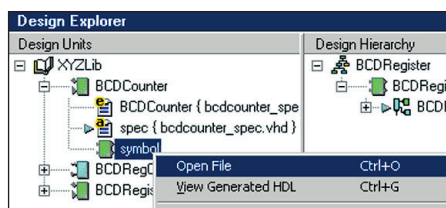

Рис. 2. Открытие символа компонента на редактирование из окна Design Explorer
- из окна Design Explorer: щелкнуть правой кнопкой мыши на нужном символе и выбрать пункт Open File (рис. 2);